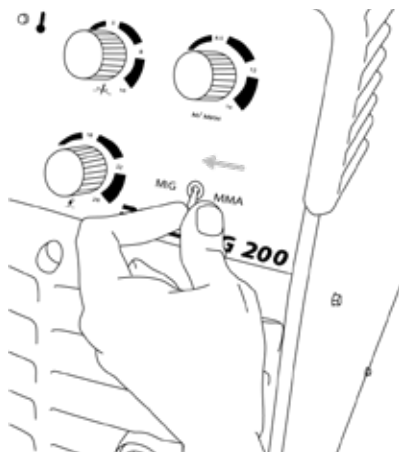

Рис. 9.18. Выбор способа сварки.
14. Выберите способ сварки MIG/MAG на передней панели сварочного аппарата (См. рис. 9.18).